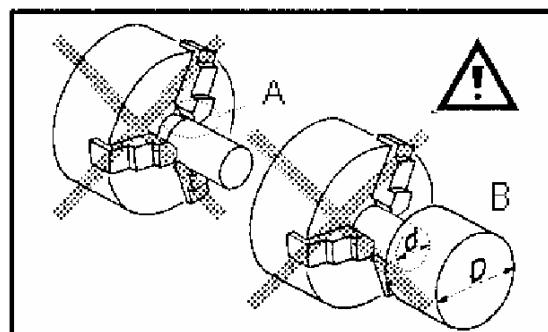

Рис. 13
Избегайте зажимать короткие заготовки (A, рис. 13) или зажимать на малом диаметре (B).